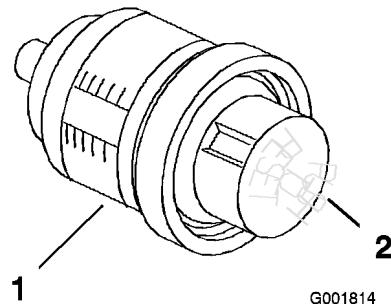

Figure 36
2. Remettez le témoin à zéro en appuyant sur le bouton au bas de la cartouche jusqu'à ce que le plongeur revienne au point le plus bas (Figure 36).